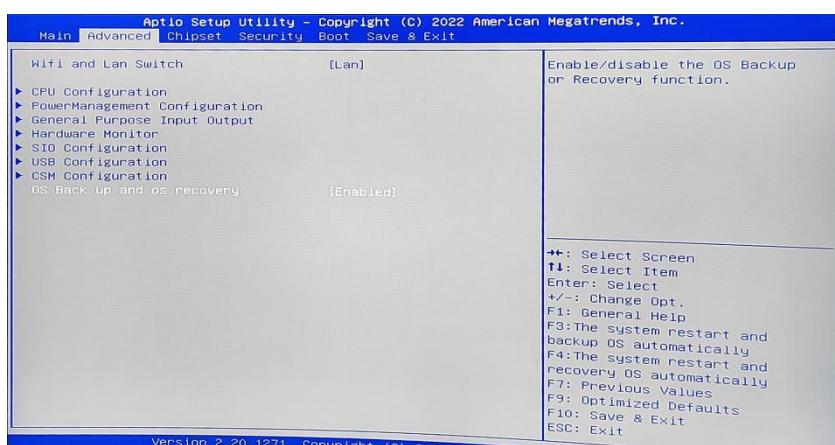

图 4 操作界面
(1) 检查工作: ①由于备份及还原操作过程中机器均不能外接存储设备, 在操作之前务必先检查确认 USB 接口未连接外部存储设备, 如 U 盘等, 否则备份还原会出现错误; ②保证硬盘内存容量大小不小于 64G;
(2) 按电源键开机或上电开机后, 连续点击键盘上的 delete 键进入 BIOS, 切换到还原操作界面 (如图 4 所示) 打开备份还原设置 OS Back up and os recovery, 更改状态为 Enable;